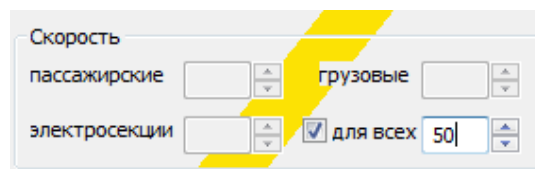

Рис.171. Ограничение скорости для любых категорий поездов
11. Если скорость движения всех категорий поездов по этому предупреждению одинакова, установить галочку в поле «для всех» и ввести общую скорость (см. рис. 171).